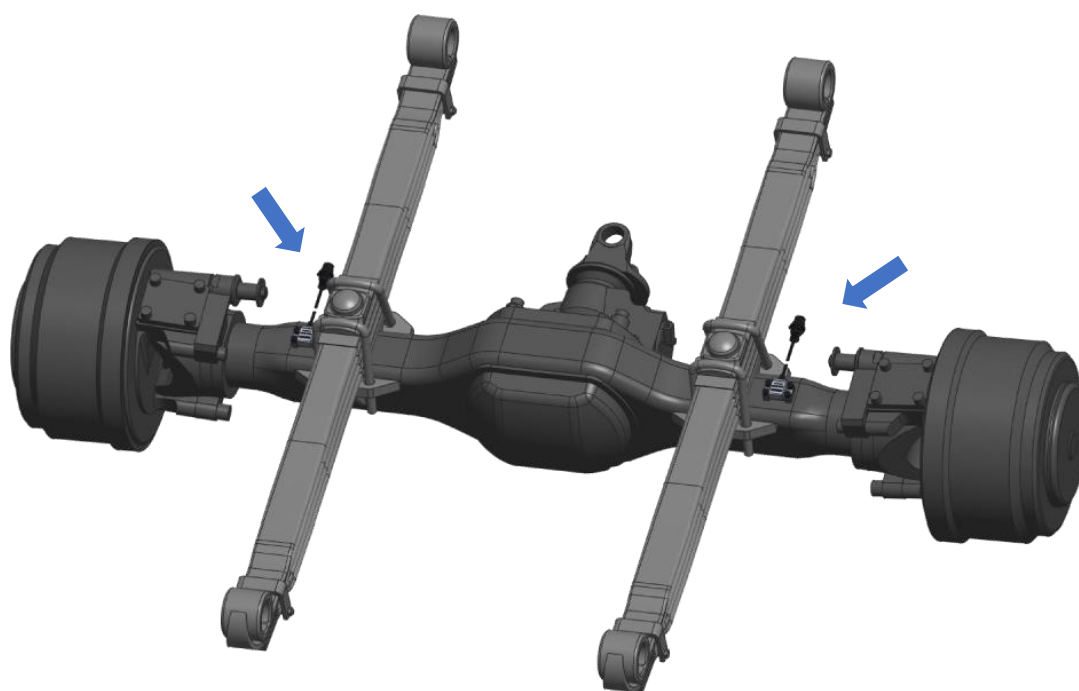

рис. 3.5. Установка контроллера между креплением рессоры и колесом ведущего моста
- При установке на задний мост предпочтительным местом установки будет участок моста между креплением рессоры и колесом, при этом требуется установка двух контроллеров – по левой и правой стороне ТС (рис. 3.5).